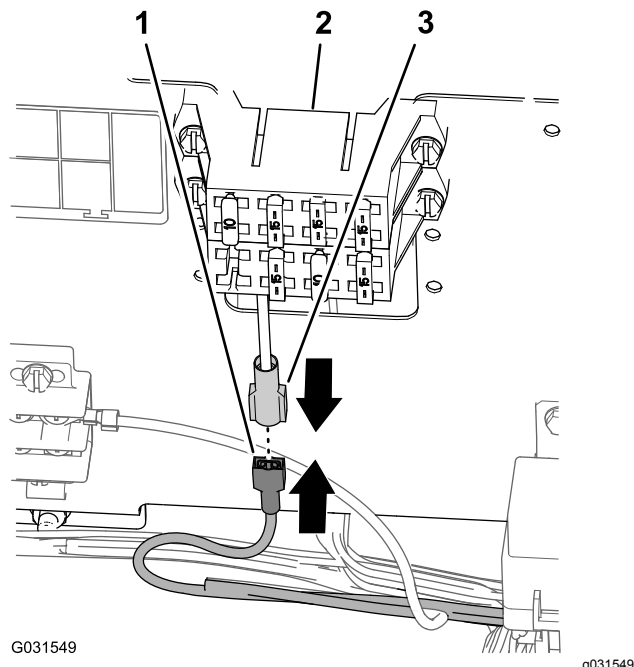

Figura 203
1. Per una macchina con connettore con attacco a spina piatta nel portafusibili della macchina, collegate il connettore a spina piatta del cablaggio preassemblato per il kit di finitura al connettore a presa del portafusibili della macchina (Figura 203).